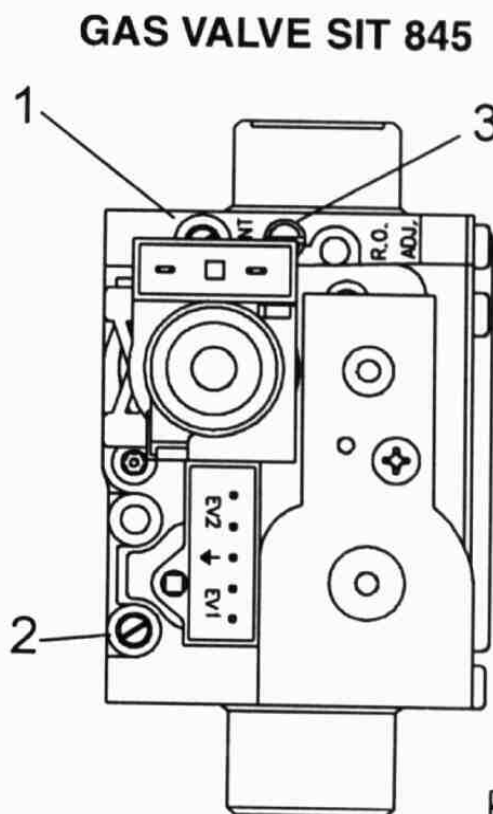

Рис.18
Для проверки давлений горелки, введите датчики измерения давления в отверстия клапанов давления газа (см. рис.18)
- снимите защитную крышку (С). На моделях SE снимите силиконовую трубку со штуцера "дегазация" на газовом клапане (поз.3 на рис.18);
- На моделях SE подсоединить силиконовую трубку к штуцеру "дегазация" на газовом клапане (поз.3 на рис.18).